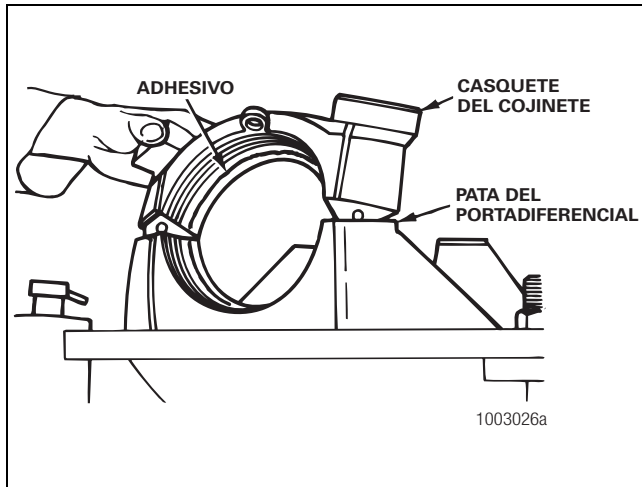

Figura 4.13
3. Aplique un cordón continuo del adhesivo a los huecos para los cojinetes en el portador y a los casquetes de los cojinetes. Aplique el adhesivo únicamente alrededor de la circunferencia de las superficies lisas esmeriladas. No ponga adhesivo en las áreas con rosca. Figura 4.13.